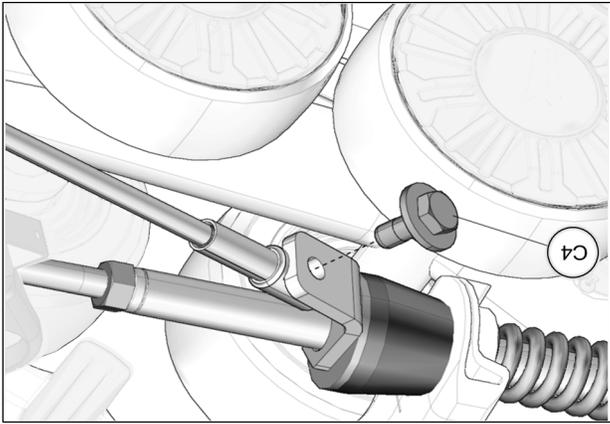

Fig. 27
18. Tourner légèrement le volant dans le sens contraire jusqu'à ce que le câble puisse être fixé à la plaque de support en utilisant le boulon (C4) fourni. Serrer à un couple de 35 N•m [24 lb•pi]. Voir la Fig. 27. Effectuer le même exercice du côté droit.